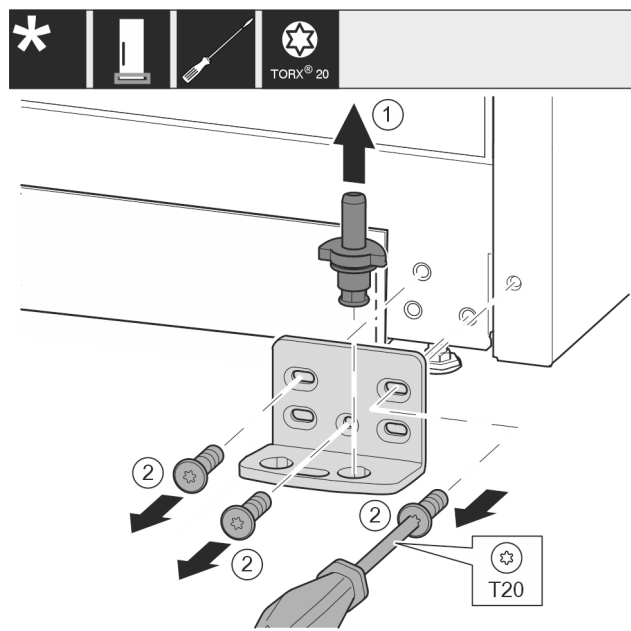

Fig. 17
- ▶ Ležajni sornik Fig. 17 (1) v celoti izvlecite v smeri navzgor.
- ▶ Odvijte vijake Fig. 17 (2) z izvijačem in snemite ležajni podstavek.